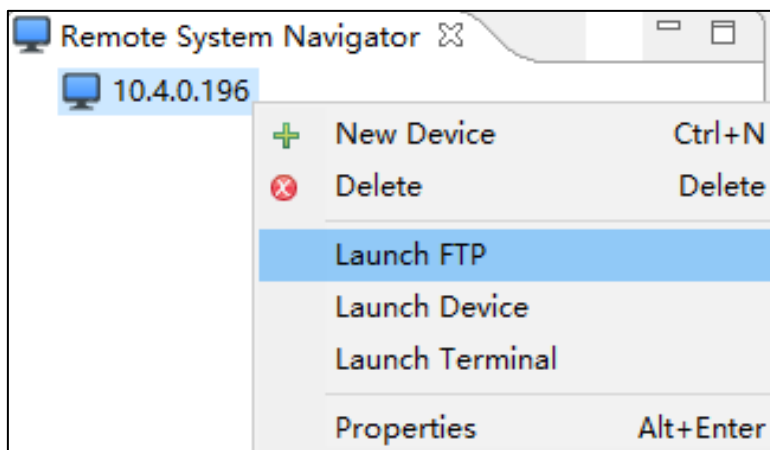

图 3.6 启动 FTP
- 目标设备条目上右键，选择 Launch FTP，启动 PC 到开发板的 ftp 链接，如图 3.6 所示：